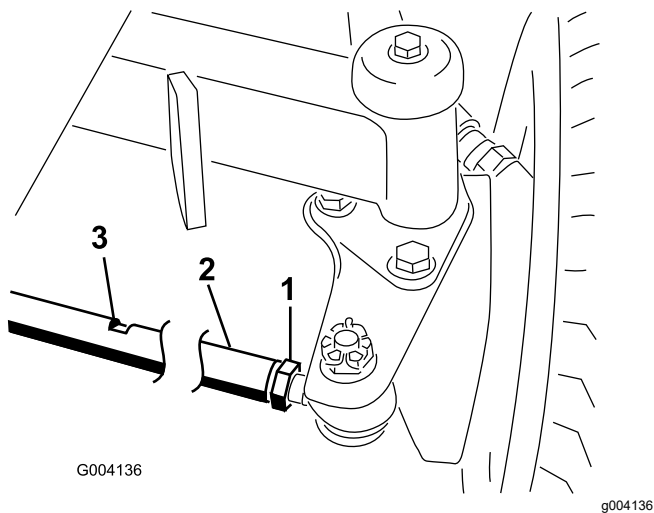

Figura 91
- Desaperte a porca de bloqueio em cada extremidade da barra de direção (Figura 91).